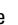

Fig.2
- Fig.2: Reserve erschöpft, eine Regeneration wird sofort oder zur programmierten Zeit ausgelöst.